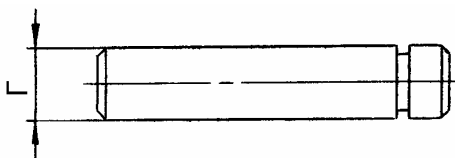

Рис. 42.
16.2.8 Толкатель 2108-3512056-10 регулятора, рис. 42.**Допускается:**